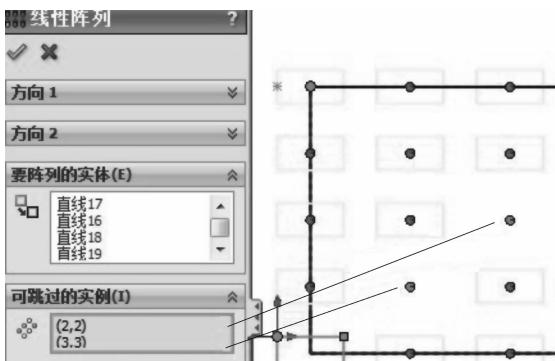
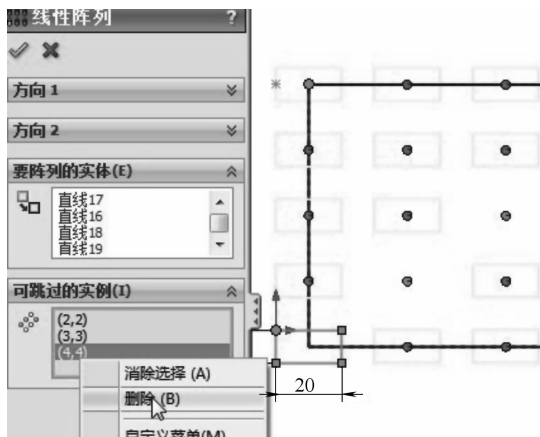

图 2-49 选择可跳过的实例
图 2-50 消除可跳过的实例
(4) 【可跳过的实例】列表框 激活【可跳过的实例】列表框后可以在草图中选择不需要阵列的草图元素（单击草图元素中心的圆点），如图 2-49 所示；如想将不需要阵列的草图再次显示，可以在【可跳过的实例】列表框中选择需要恢复的实例并删除，如图 2-50 所示。